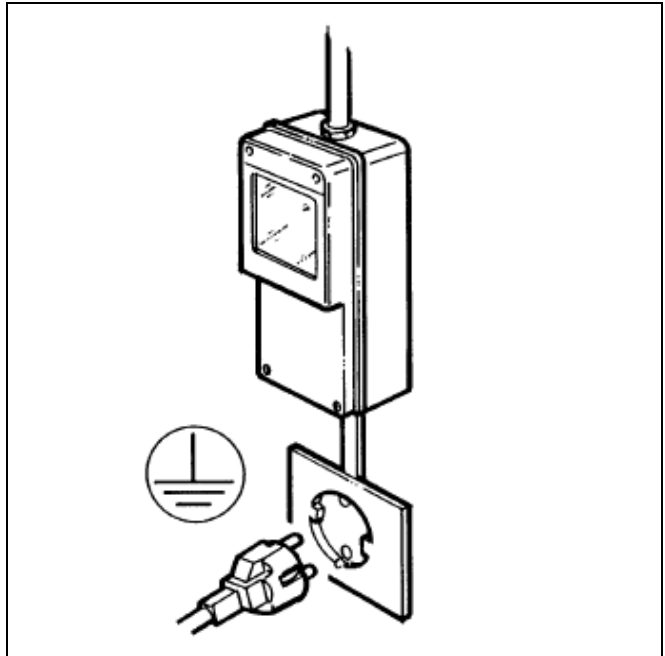

Fig. 20
- S'assurer que le raccordement est établi avec un système doté d'une mise à la terre efficace, conformément aux réglementations de sécurité en vigueur (fig.20).
- Il est essentiel, pour une installation correcte et sûre, de prévoir une prise spéciale commandée par un interrupteur magnétothermique avec une distance d'ouverture des contacts égale ou supérieure à 3 mm, conformément aux réglementations nationales de sécurité en vigueur (fig.20).